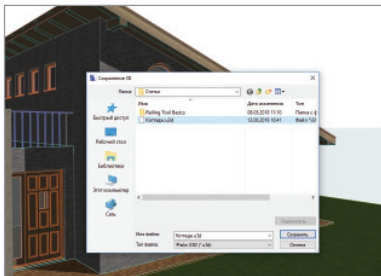

Рис. 2. Сохранение файла U3D
2. Сохраните содержимое 3D-окна в виде файла, выполнив команды **Файл** → **Сохранить как**. Выберите **Файл U3D** в списке имеющихся форматов (рис. 2).